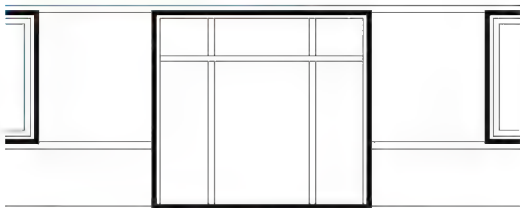

图 4.29 修剪多余的线
(6) 使用【修剪】命令把多余的线修剪掉，结果如图 4.29 所示。